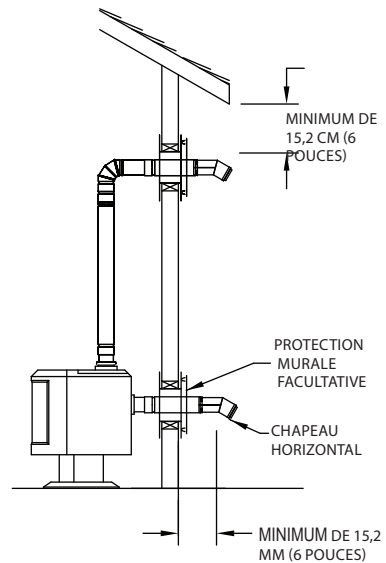

Figure 6
**5.** Si vous souhaitez faire une installation horizontale à travers le mur et que la sortie du conduit de fumée est à l'arrière du poêle (**Figure 6**) :
- B.** Raccorder un adaptateur de tuyau à l'arrière du poêle et fixer suffisamment de tuyau pour passer dans la bague murale et se prolonger d'au moins 15cm (6 po) au delà du mur extérieur. Vous pouvez installer une plaque de protection facultative comme illustré à la **Figure 6**.